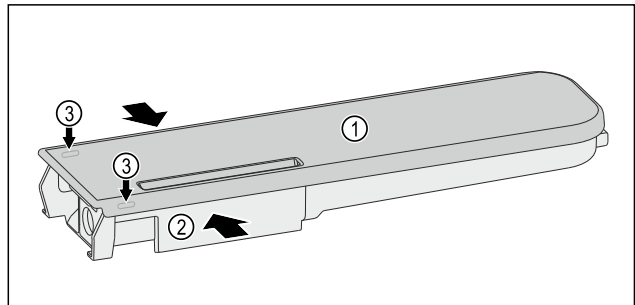

Fig. 130
- ▶ Comprimere il serbatoio dell'acqua Fig. 130 (2) e fare leva con attenzione sul coperchio Fig. 130 (1) sollevandolo dai naselli di arresto Fig. 130 (3).
- ▶ Spostare leggermente avanti e indietro il coperchio Fig. 130 (1) e rimuoverlo verso l'alto.